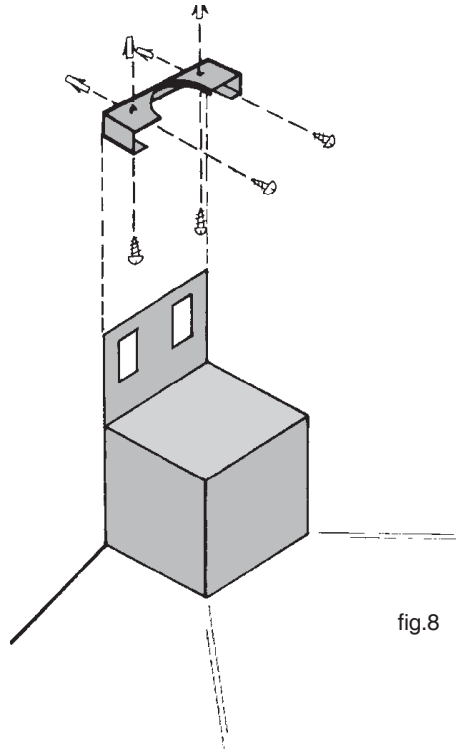

fig.8
1. Fixez l'étrier du support au plafond et/ou au mur à l'aide des chevilles et vis dans les trous que vous aurez préalablement percés (fig. 8). Ce support doit être fixé à 3 - 4 mm au dessous du plafond, centré par rapport à la hotte située en dessous, et de niveau.